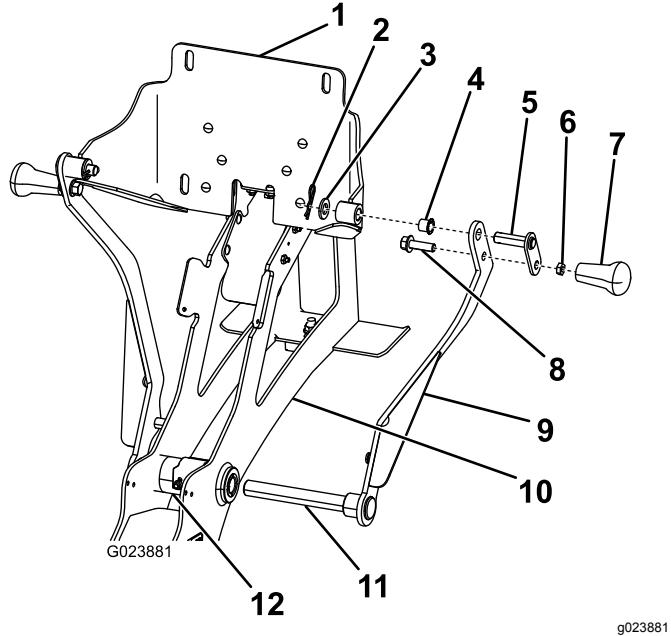

Figure 6
- Insérez l'axe du bras de berceau droit dans la tige d'articulation (Figure 6).
- Fixez le bras gauche, sans serrer, contre l'axe exposé de l'autre côté du cadre (Figure 6).
- Sur la plaque d'appui, insérez les 2 petites bagues dans les points de pivotement (Figure 6).
- Mettez la plaque d'appui en position entre les trous supérieurs de chaque bras (Figure 6).
- Introduisez un axe de pivot dans le trou supérieur du bras et dans la plaque d'appui (Figure 6).
- Fixez la poignée à la plaque d'appui au moyen d'une rondelle plate et d'une goupille fendue, comme montré à la Figure 6.
- Fixez les poignées dans les trous inférieurs des bras au moyen d'un boulon ($\frac{3}{8}$ " x $1\frac{1}{4}$) et d'un contre-écrou ($\frac{3}{8}$ "). Figure 6
- Fixez l'axe de pivot supérieur du bras de berceau gauche à la plaque d'appui avec une rondelle (0,5") et une goupille fendue (Figure 6).